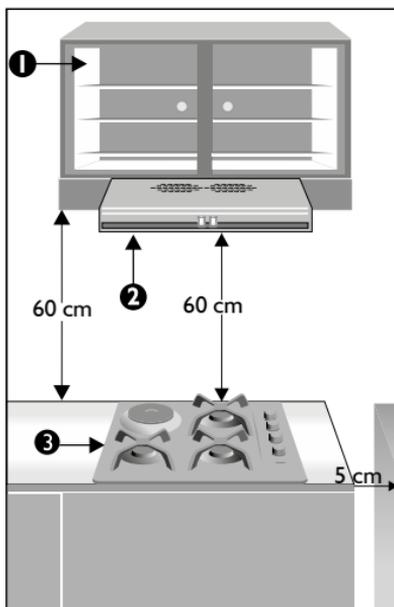

Figura 4.
- La distancia entre la base de la campana (2) y la mesa del producto (3) debe ser de 60 cm, para que la campana funcione de manera eficiente y segura. Igualmente, se debe cuidar que la distancia entre los gabinetes que soportan la campana purificadora de aire y la mesa del producto conserven la misma distancia **(Ver figura 4)**.
- Se debe mantener una distancia mínima de 5 cm entre la cubierta y las paredes horizontales adyacentes **(Ver figura 4)**.